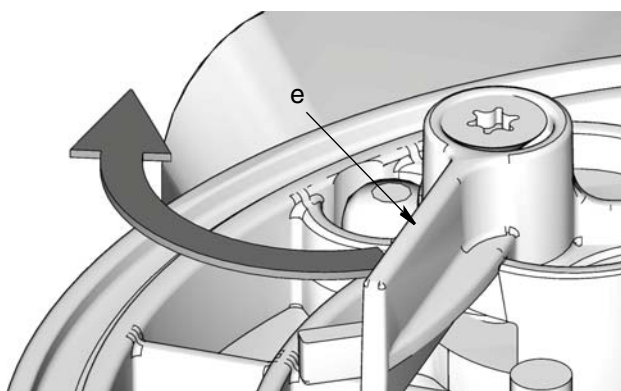

FIG. 14
posizione esterna durante l'installazione della pala di mescolamento per evitare danni (FIG. 14).
- a. Verificare che la pala a livello basso (e) sia nella sua posizione esterna completa come in FIG. 14.